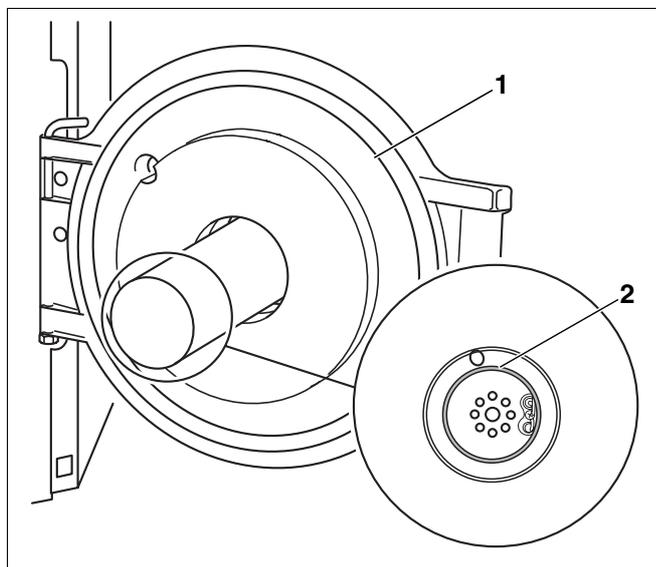

Abb. 33 Korrekten Sitz der Dichtung kontrollieren
- Bei geöffneter Brennentür (Abb. 33, **Pos. 1**) wie bei der Inbetriebnahme den korrekten Sitz der Dichtung (Abb. 33, **Pos. 2**) prüfen.
- Brenntür schließen (Abb. 33, **Pos. 1**, Seite 31) und Befestigungsschrauben der Brenntür festziehen.